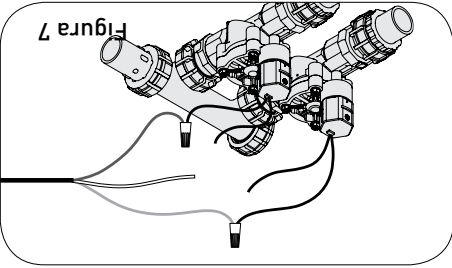

Figura 7
- Nota: El cable debe permanecer firme cuando lo hale suavemente. Si el cable se mueve libremente, retírelo y repita el Paso 5. (Figura 7)